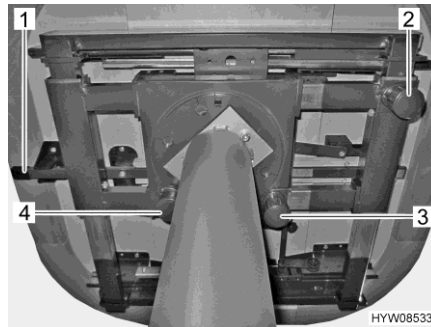
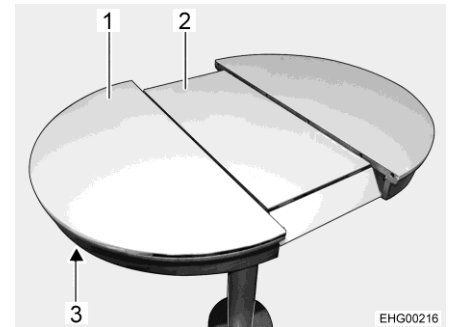

Bild 88 Verstellmöglichkeiten am Tisch
Bild 89 Tischplatte vergrößern
- Knopf (Bild 88,3) nach unten ziehen und halten.
- Knopf (Bild 88,2) nach unten ziehen und halten.
- Knopf (Bild 88,4) der Verriegelung nach unten ziehen.
- Entriegelung (Bild 88,1 und Bild 89,3) nach oben drücken.
- An der Tischplatte (Bild 89,1) ziehen, bis das Mittelstück (Bild 89,2) nach oben kommt und auf Tischplattenhöhe ist.
- Entriegelung (Bild 89,3) nach oben drücken.
- An der Tischplatte (Bild 89,1) ziehen, bis das Mittelstück (Bild 89,2) frei wird.